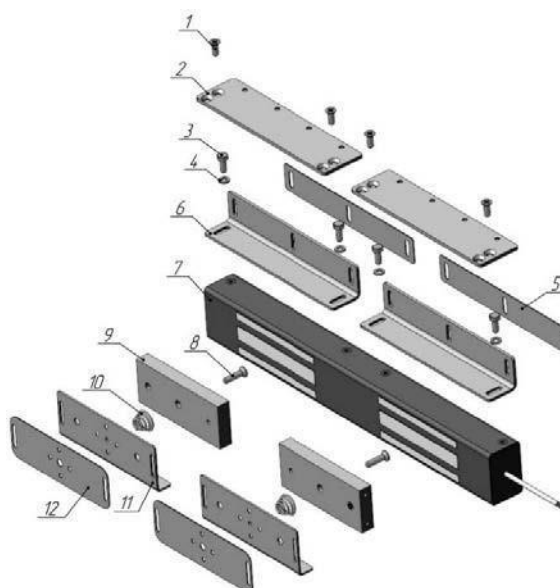
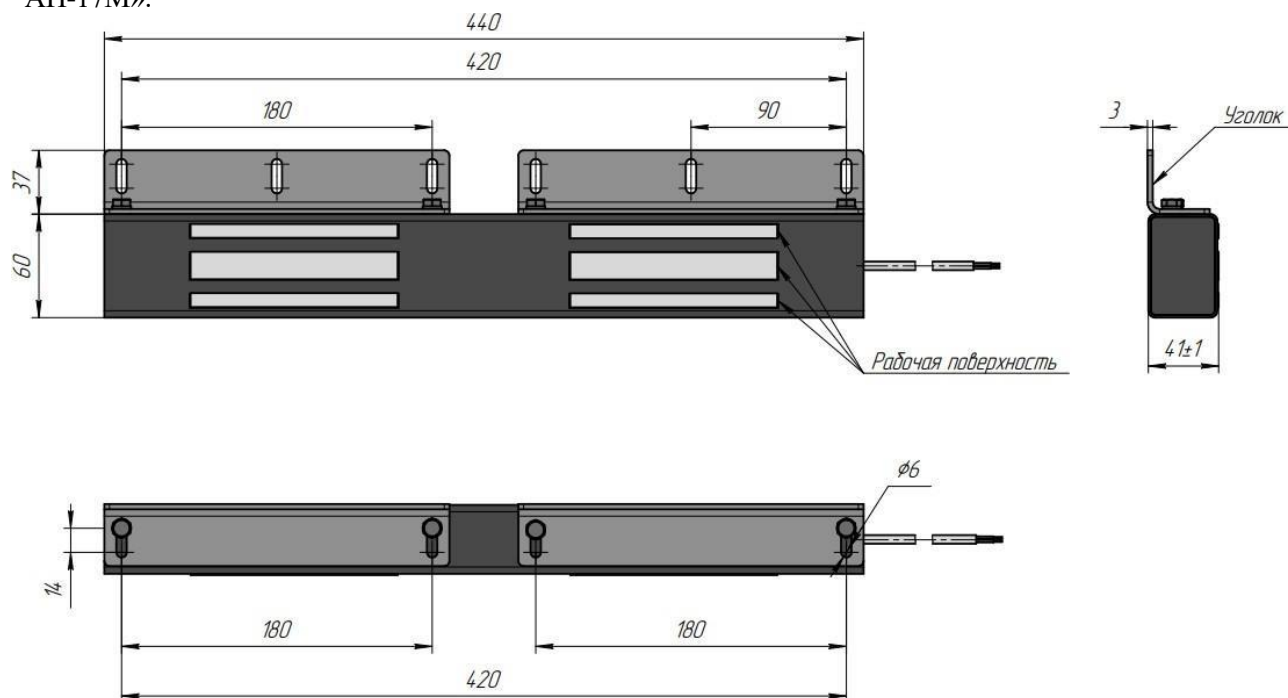

Рис.1 Комплект поставки
Рис.2 Корпусная часть замка FM-26
5.2.1 Замок состоит из корпусной части, якорной части и комплекта креплений (рис.1). Срабатывание замка происходит при механическом контакте рабочих поверхностей корпуса и якоря, после подачи питающего напряжения. Для обеспечения эксплуатационных характеристик рабочие поверхности корпуса и якоря должны быть совмещены и плотно прилегать друг к другу при закрывании двери. Скорость соударения рабочих поверхностей в процессе закрывания двери не должна превышать 1м/сек, для чего рекомендуется применять доводчик. Габаритные и установочные размеры корпусной части и якорной части замка приведены на рис.2, 3.
7.5.2. В процессе монтажа якорная и корпусная части замка должны быть совмещены в продольном и поперечном направлениях, до совпадения осей А и В. Положение осей показано на рис. 2 и 3.